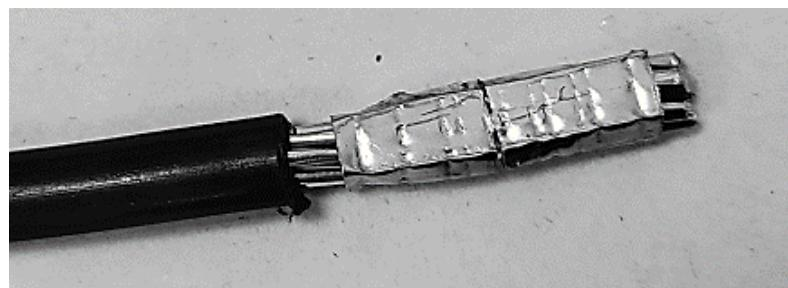

Рисунок 4А – Пример обжатия многожильного провода типа СИП
5.4 Обжать конец провода наконечником, рекомендуемая форма обжатия квадрат или прямоугольник (рисунок 4А), рекомендуемый инструмент для обжатия - кrimpер.